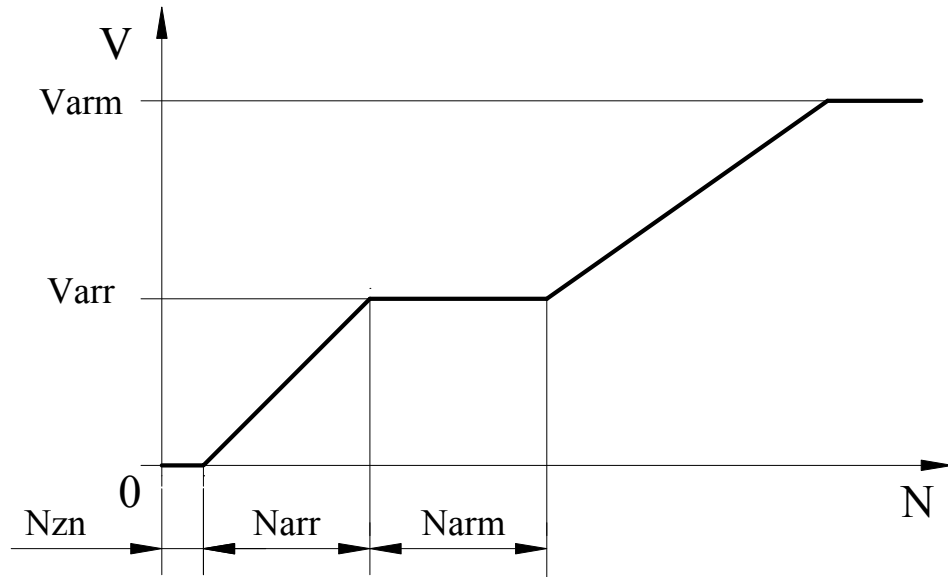

Рис.6. Скорость удержания в зависимости от расстояния до точки удержания $V_{arm}=2*V_{syn}$.
3.9.8.5. **ТР.34** – V_{arr} (мм/сек) – малая скорость движения при удержании (арретировании) (рис.6).
3.9.8.7. **ТР.36** – N_{arm} (0-100 мм) – участок скорости движения при удержании, где $V=V_{arr}$ (рис.6).